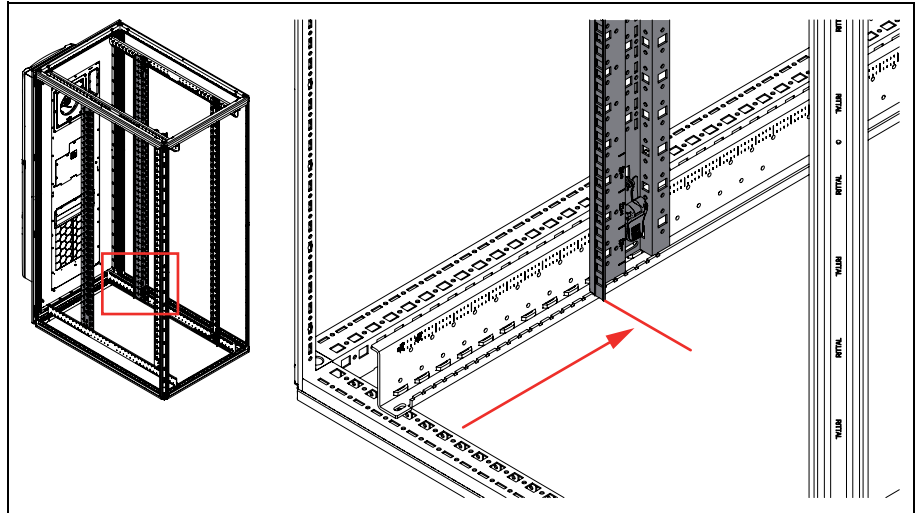

Abb. 3: Einstellen hintere 19"-Vertikalschiene
- Mindestabstand Rücktür zu hinterer 19"-Vertikalschiene: 250 mm (Abb. 3).